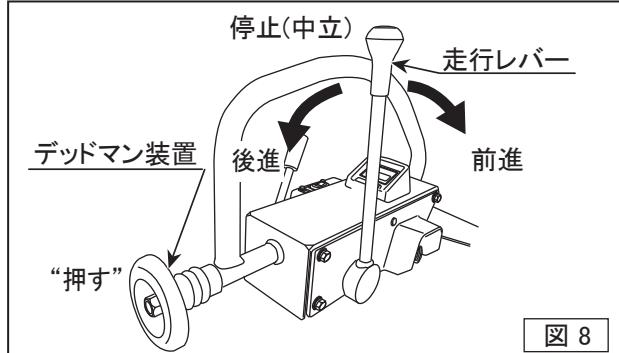

図 8
- 走行レバーは3つの機能(前進、中立、後進)をもっています。走行レバーを「後進」にして、デッドマン装置を押した時に走行レバーが「中立」またはやや前進の位置に戻る事を確認してください。(図8)